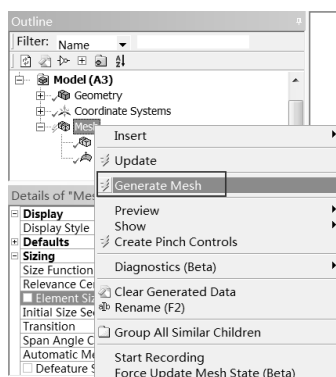

图 3-65 划分网格
Step18 : 右击 Project Model (A3) Mesh，此时弹出如图 3-65 所示的快捷菜单，从中选择 Generate Mesh 命令。